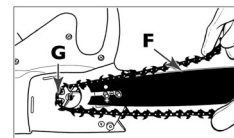

Fig. 3D
- Setzen Sie die Kette über den Zahn (F) mit Antriebsgliedern passend zwischen Kettenzähnen. Führen Sie die Kettenglieder in die Rille (G) auf der Oberseite der Führungsschiene und rings um die Spitze. Die Sägekette wird leicht auf den unteren Teil der Führungsschiene hängen. (Siehe Abb. 3D)
- Zum Einpassen der Kette auf die Schiene drehen Sie die Spannungsplatte (D) gegen den Uhrzeigersinn bis zum Ende. Montieren Sie die Kette und die Schiene auf das Netzteil, drehen Sie die Spannungsplatte (D) im Uhrzeigersinn und setzen Sie dann den Seitenschutz (A) ein. (Siehe Abb. 3D)